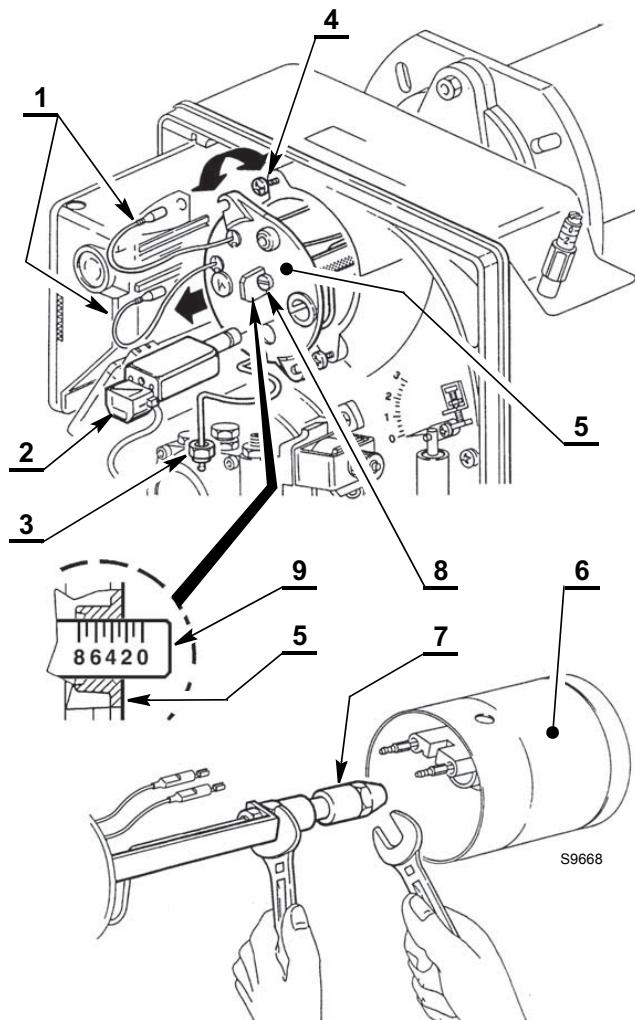

Afb. 15
De maten in Afb. 15 moeten gerespecteerd worden.
- Leg de vlamhoudersteungroep 1)(Afb. 15) op de verstuiverhouder (2) en zet vast met de schroef (3)(Afb. 15). draai de schroef 4) los om eventueel de elektrodengroep 5) te verplaatsen.
- Verwijder de kabeltjes 1) van de elektroden, los de schroef 3)(Afb. 15) en verwijder de turbulentiespiraal 6) van de groep verstuiverhouder 5).